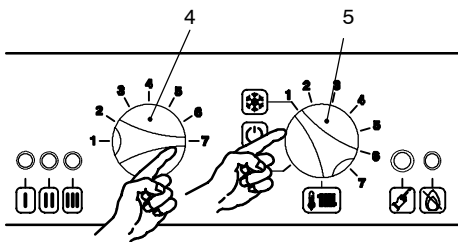

fig. 7.1
- 5 Ruotare il selettore di funzione 5 come in fig. 7.1
- 6 Ruotare la manopola di temperatura sanitari 4 al massimo fig. 7.1